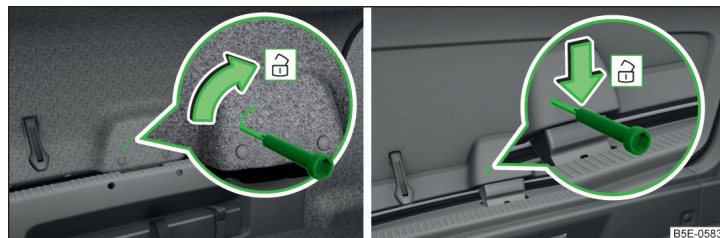

Fig. 227 Descuierea capotei portbagajului: Varianta 1/varianta 2
- Introduceți în degajarea, respectiv în decupajul din capitonaj » fig. 227 o șurubelniță sau o altă unealtă asemănătoare, până la capăt.